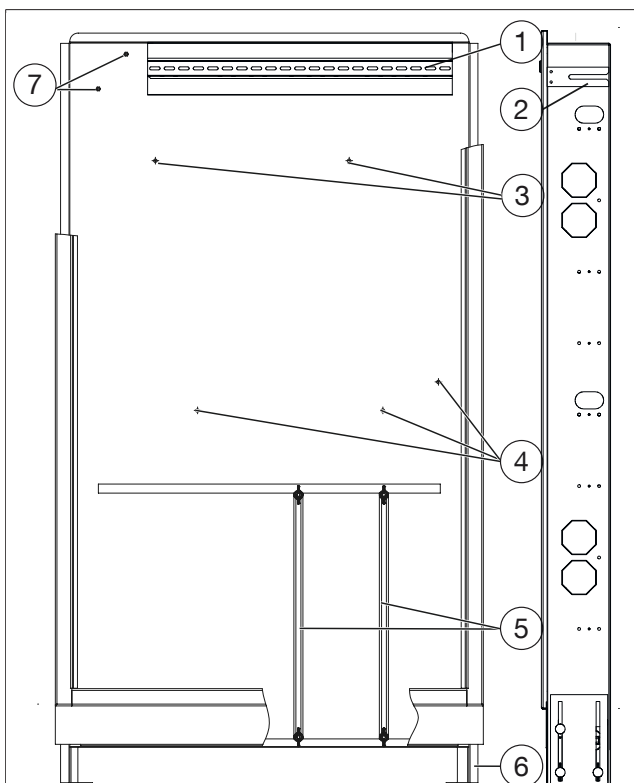

Fig. 2: Construction coffret pour pose encastrée
5. Fixer le coffret aux pieds et aux étriers (voir Fig. 1 auf Seite 26 (2) et Fig. 2 auf Seite 27 (2)).